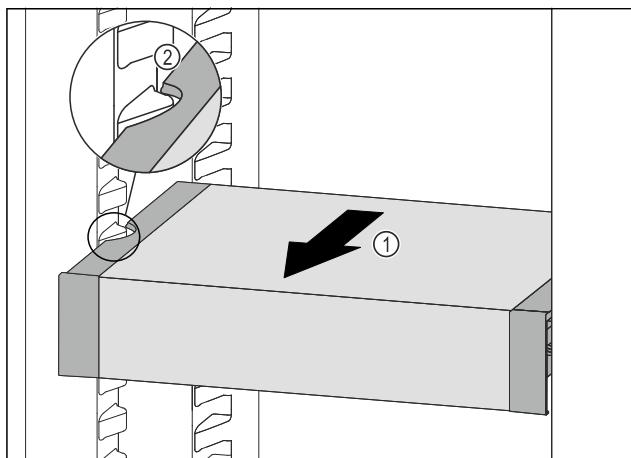

Fig. 115
- Вытягивайте VarioSafe вперед *Fig. 115 (1)*, пока боковые выемки VarioSafe не окажутся на высоте выступа резервуара в холодильном отделении. *Fig. 115 (2)*